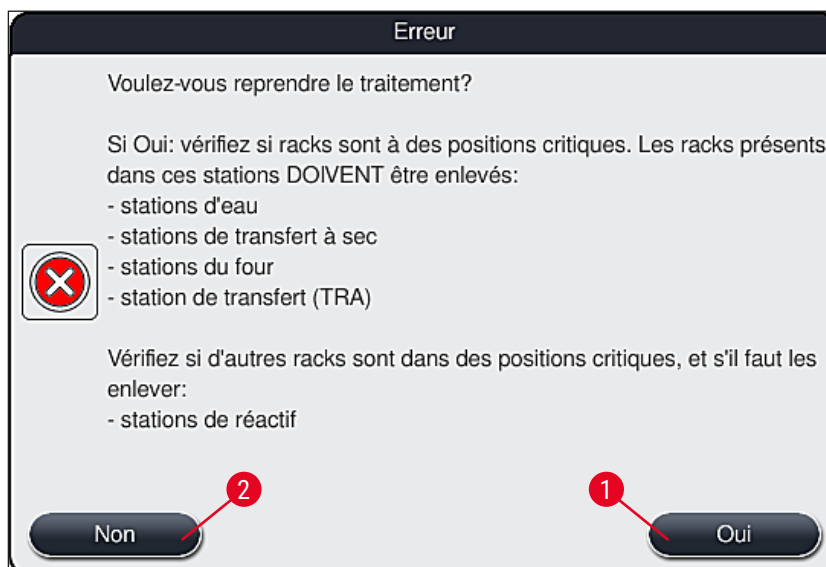

Fig. 110
4. Ensuite, l'utilisateur a la possibilité de reprendre le processus de coloration (→ P. 145 – 8.2.2 Reprendre le processus de coloration après une coupure de courant) ou de l'annuler (→ P. 146 – 8.2.3 Annuler tous les processus de coloration après une coupure de courant) (→ "Fig. 110").
2. Retirer de l'appareil les supports de lames d'importance critique en respectant les consignes du message d'information précédent (→ "Fig. 110"), puis confirmer le retrait en appuyant sur la station correspondante (→ "Fig. 111-1") à l'écran.
L'annulation du processus de coloration et le retour au menu de sélection précédent (→ "Fig. 110") peuvent être annulés en appuyant sur la touche **Annuler** (→ "Fig. 112-2").